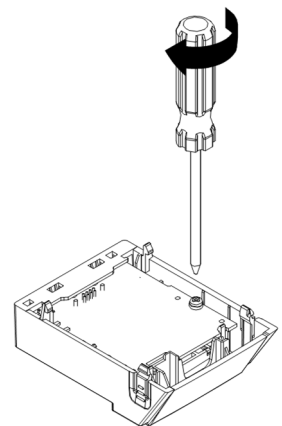

图 8-28
3. 由背面确认两个卡勾已确实卡住配件卡后，锁上螺丝（螺丝扭力建议值：4~6 kg-cm / (3.5~5.2 lb-in.) / (0.39~0.59 Nm)），如图 8-28 所示。